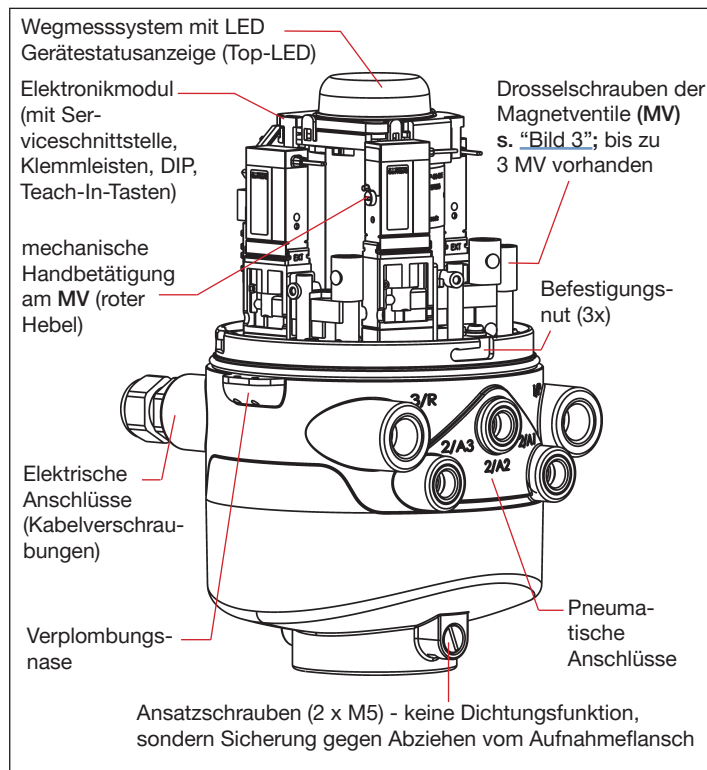

Bild 1: Aufbau
- Steuerkopf mit den zwei Sicherungsschrauben (Ansatzschrauben M5, Anzugsdrehmoment max. 3,2 Nm) in der mittleren Nut des Aufnahmeflansches gegen unbeabsichtigtes Abziehen sichern (keine Fixierung! – siehe "Bild 1" bzw. Bedienungsanleitung, Kapitel „Montage“).